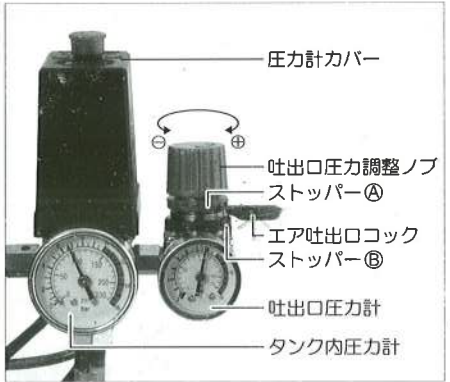

図14
- 吐出口の圧力を上げるときは調整ノブを⊕方向(右)に回して調整してください。(図14参照)
- ④吐出圧力調整ノブには、空転防止用ストッパーが付いています。(図14参照)
- ④ストッパーⓐはそのままでご使用ください。
- ④エアータンクはカブラと平行にすると開き、直角にすると閉まります。カブラにホースの接続金具と先端工具を接続しないと、コックを開いてもエアは出ません。